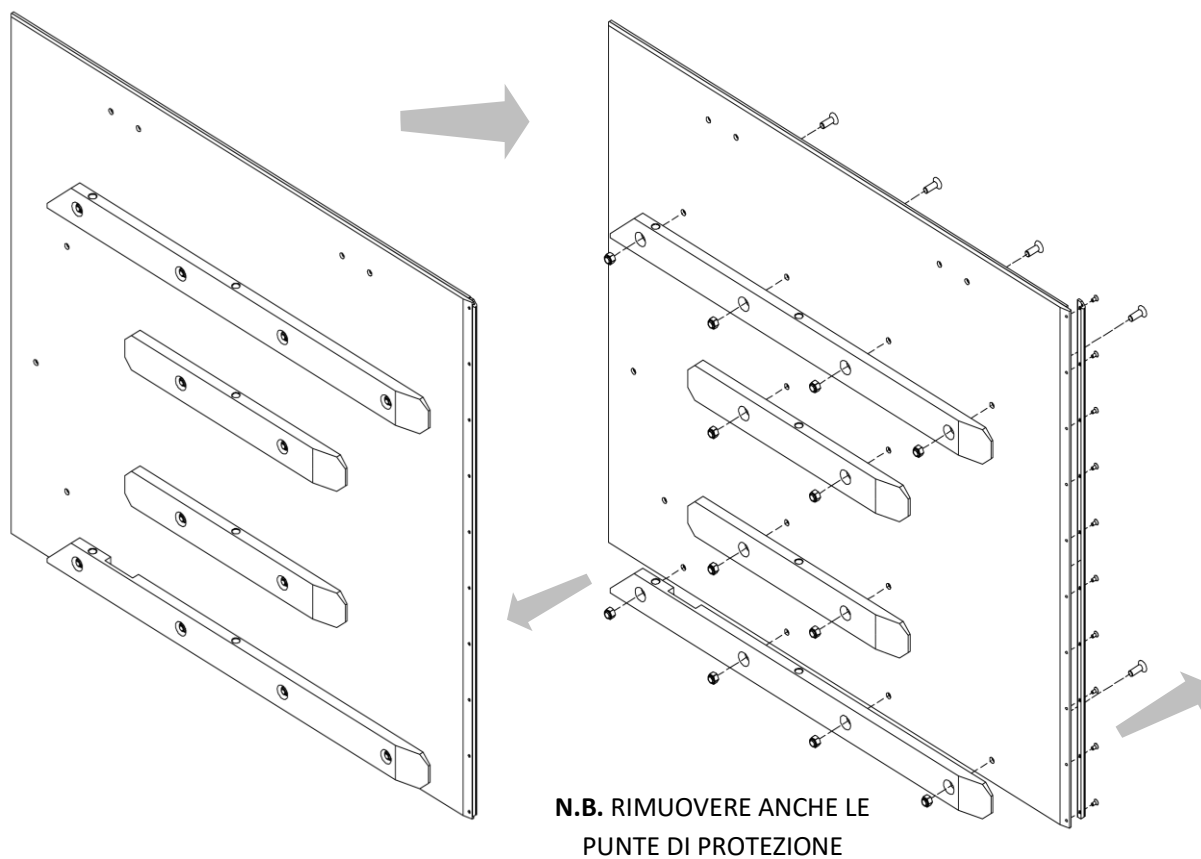

Figura 71
3. Separare i piatti di fissaggio dagli antoni, dopo aver svitato le apposite viti e dadi (vedi *Figura 71*), prestando inoltre attenzione ad eventuali spessori posti fra i piatti e l'antone stesso.